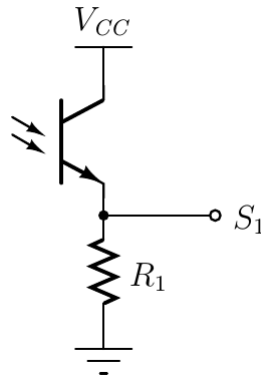

Figura 6: Circuito de recepción IR.
1. En la figura 6 se muestra el circuito utilizado para convertir una señal de luz en una señal de voltaje. Cuando la base del transistor se ilumina aumenta su conducción, lo que permite circulación de corriente a través de la resistencia de carga R_1 . Como el transistor posee una capacitancia interna, se forma una red RC pasa bajos que limita el ancho de banda de la señal de entrada. Para prevenir esto es conveniente utilizar una resistencia de carga pequeña, sin embargo, esto genera un aumento de la corriente que circula por el fototransistor.
1. Considere el esquema de la figura 6. En base a supuestos simples y a los datos del fototransistor presentes en la tabla 1, calcule la resistencia de carga R_1 de modo de mantener márgenes seguros de corriente (50-80 % de su valor máximo).
1. En un protoboard arme el circuito de la figura 6 con los valores calculados en el trabajo previo. Acerque el circuito transmisor al fototransistor y con el osciloscopio mida su salida. Acerque y aleje el transmisor y anote sus observaciones.